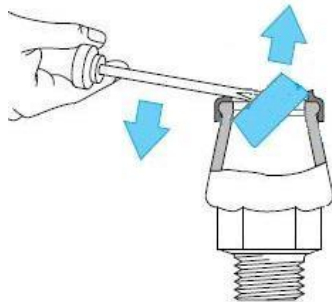

Figure 6
1. Enlever prudemment l'anneau de serrage (voir fig. 6, ne pas endommager le revêtement epoxy)